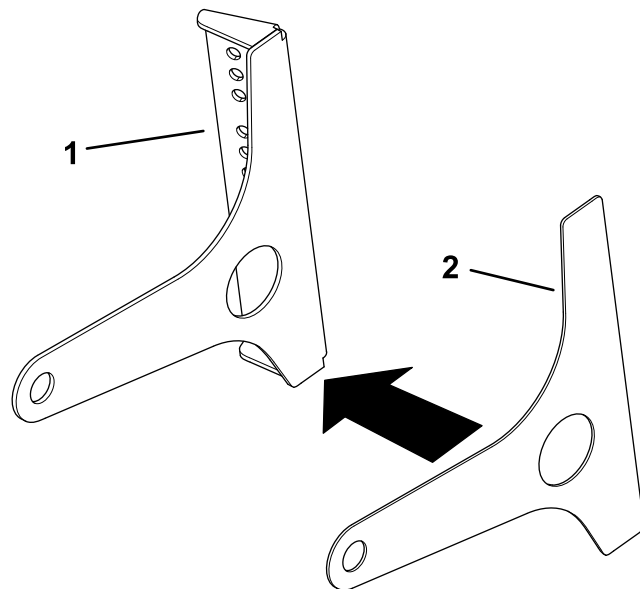

図 3
4. ミラーマウントにハンドルガスケットを貼り付ける 図 3。